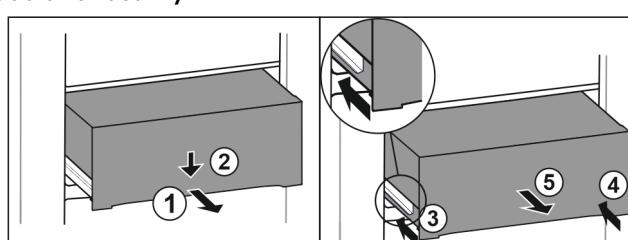

Fig. 121
- Vytiahnite zásuvku do polovice. Fig. 121 (1)
- Zatlačte zásuvku na prednej strane smerom nadol. Fig. 121 (2)
- Zasuňte ľavú koľajničku o cca 2 cm. Fig. 121 (3)
- Zasuňte pravú koľajničku o cca 2 cm. Fig. 121 (4)
- Odoberte zásuvku dopredu. Fig. 121 (5)